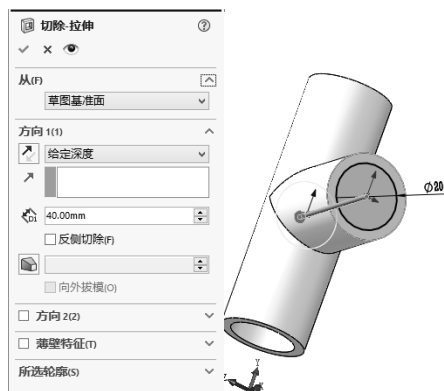

图 4-171 切除实体
⑬ 切除实体。单击“特征”控制面板中的“拉伸切除”按钮, 在弹出的“切除-拉伸”属性管理器中设置切除的终止条件为“给定深度”，设置切除深度为 40.00mm，单击“确定”按钮, 生成切除特征，如图 4-171 所示。